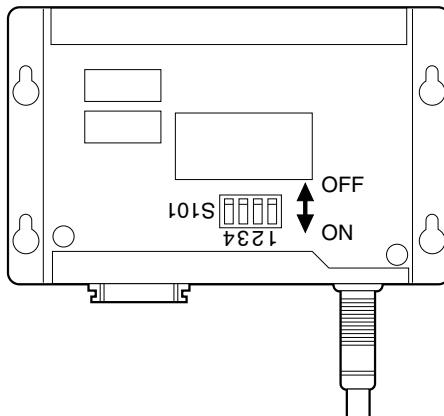

図3-1.
2. 表3-1、表3-2.を参考にして、プリント基板上のディップスイッチ(図3-1. S101)を切り替えます。